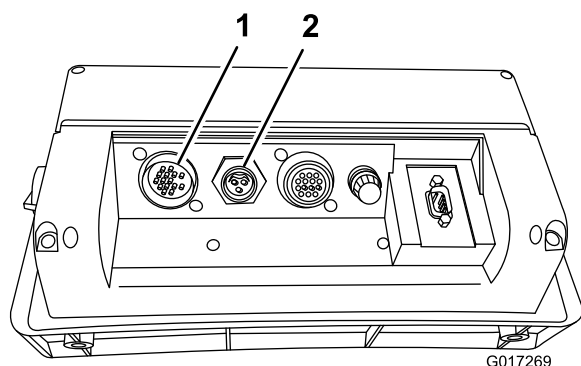

図 3
6. ケーブルのラインを、コンソールコンピュータ背面のそれぞれの入力部に接続し（図 3）、ロッキングリングで接続を固定する。